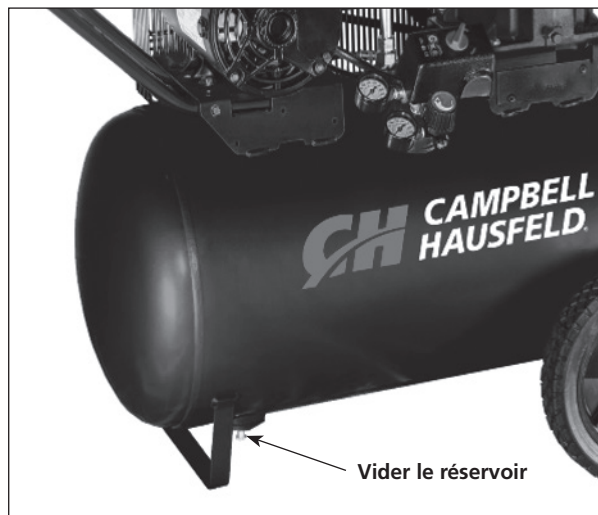

Figure 6
2. Ouvrez le robinet de vidange inférieur (voir la figure 6). Tournez la soupape de sortie afin de laisser passer l'air.
Purger le réservoir (Voir la Figure 6)	●